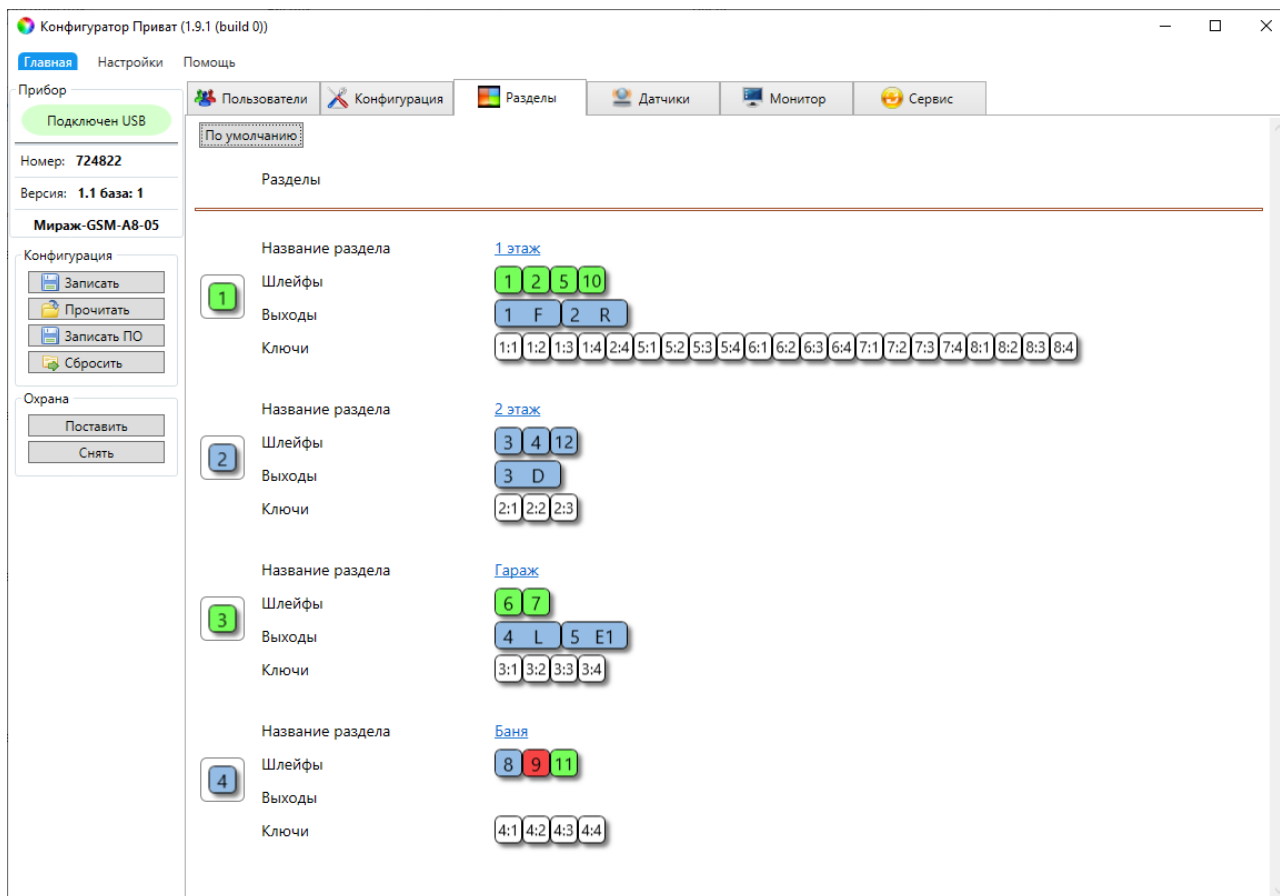

Рисунок 13.3 — Распределение радиоустройств по 4 разделам в конфигурации контроллера Мираж-GSM-A8-05 (*STEMAX Приват*)
- **Раздел:** выберите раздел радиоустройства в раскрывающемся списке в поле *Раздел* на вкладке *Датчики* программы *STEMAX Конфигуратор*. В программе *STEMAX Приват* это поле отсутствует. В этой программе левой кнопкой мыши перетаскивайте значок радиоустройства в нужную область на вкладке *Разделы* программы (см. рисунок 13.3).